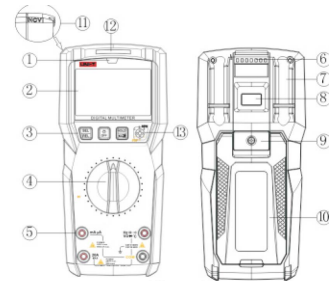

Рис. 1
6. Устройство прибора (рис. 1)